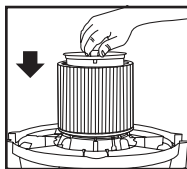

FIGURE 9
15. Placez le porte-filtre dans la partie supérieure de la cartouche filtrante. **FIGURE 9**.